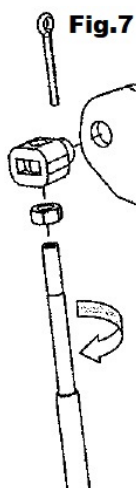

Fig.7
3. Predisporre il terminale del cavo come in **Fig.7** e fissarlo alla staffa dell'invertitore con l'apposita copiglia.